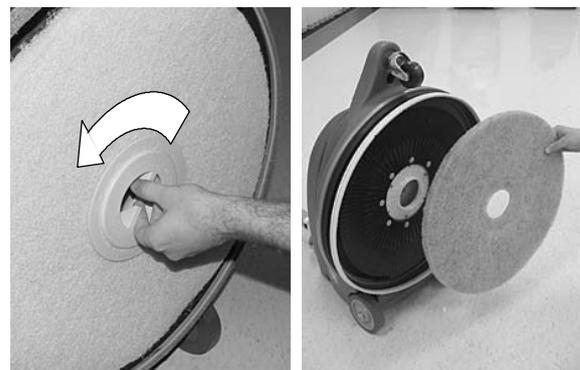

РИС. 9
- После каждого использования проверяйте полировочную прокладку на износ. В случае износа снимите прокладку и переверните либо замените ее (Рисунок 9).